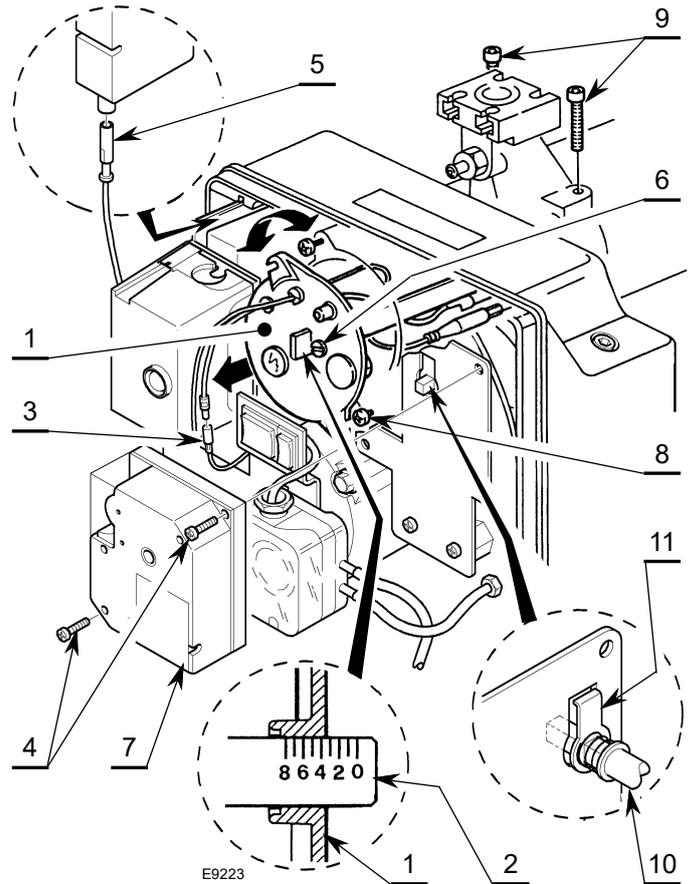

Fig. 11
Pour cela, tourner la vis de réglage 6) (Fig. 11) dans le sens des aiguilles d'une montre ou inverse, jusqu'à ce que l'encoche gravée sur la bride de régulation 2) coïncide avec le plan externe du groupe tête 1).
Sur la Fig. 11, la bride de régulation de la tête est tarée sur l'encoche 3,5.
- s'assurer que le servomoteur 7)(Fig. 11) se trouve sur la position de fermeture (**CAME II = 0**);
L'arbre de rotation 10)(Fig. 11) commandé par le servomoteur 7) est muni d'un mécanisme de sécurité 11) qui empêche sa rotation accidentelle durant les opérations d'entretien.
- Dévisser les vis 9)(Fig. 11);